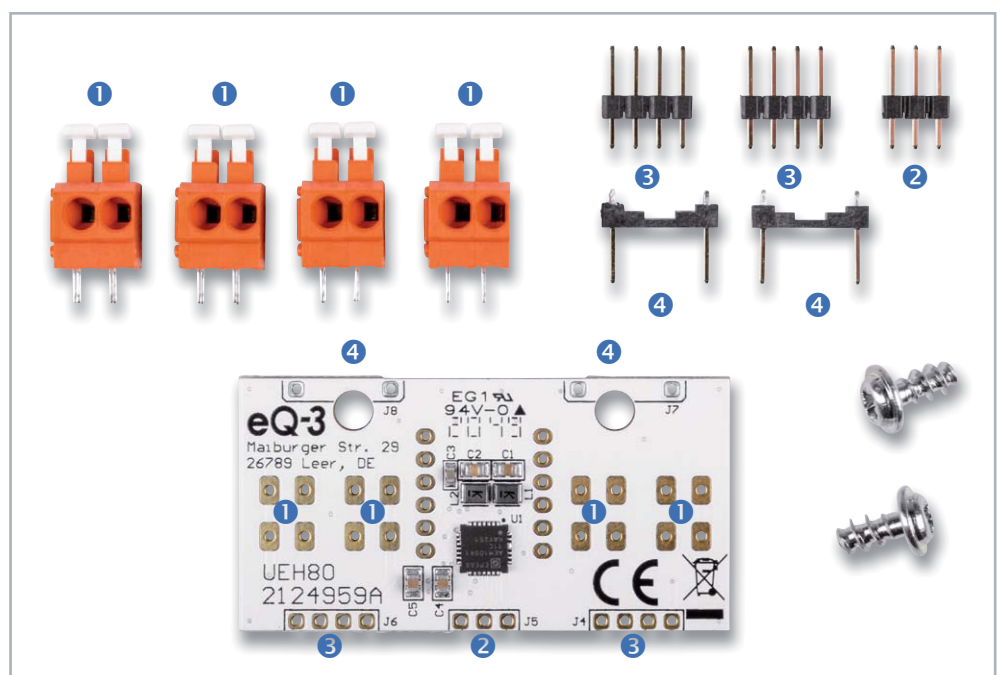

Bild 7: Lieferumfang des Bausatzes
Der Aufbau gestaltet sich relativ übersichtlich. Dank der schon vorbestückten SMD-Bauteile müssen nur noch die Federkraftklammern ① und die Stiftleisten ②–④ bestückt und verlötet werden. In Bild 7 sind alle zu bestückenden Bauteile und der Lieferumfang dargestellt.